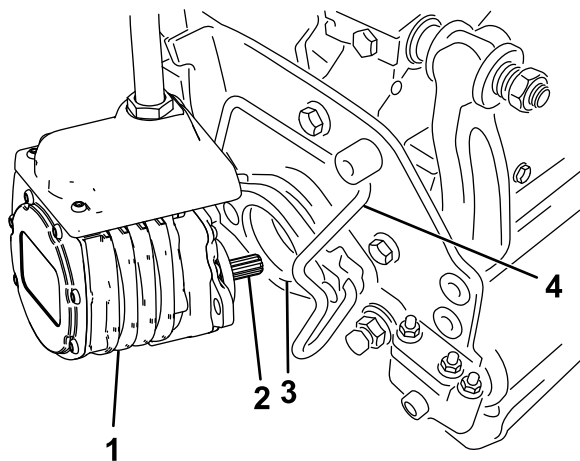

Figure 50
6. Enduisez de graisse propre l'arbre cannelé du moteur de l'unité de coupe (Figure 50).
7. Insérez le moteur dans le côté gauche de l'unité de coupe (vu de la position de l'utilisateur) et tirez la barre de retenue du moteur située sur l'unité de coupe vers le moteur jusqu'à ce que vous entendiez un déclic des deux côtés du moteur (Figure 50).